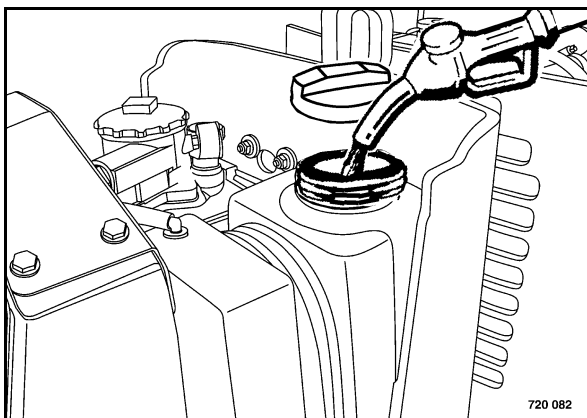

Рис. 89
- Очистить окружающее пространство возле крышки наливной горловины, снять крышку наливной горловины (Рис. 89).